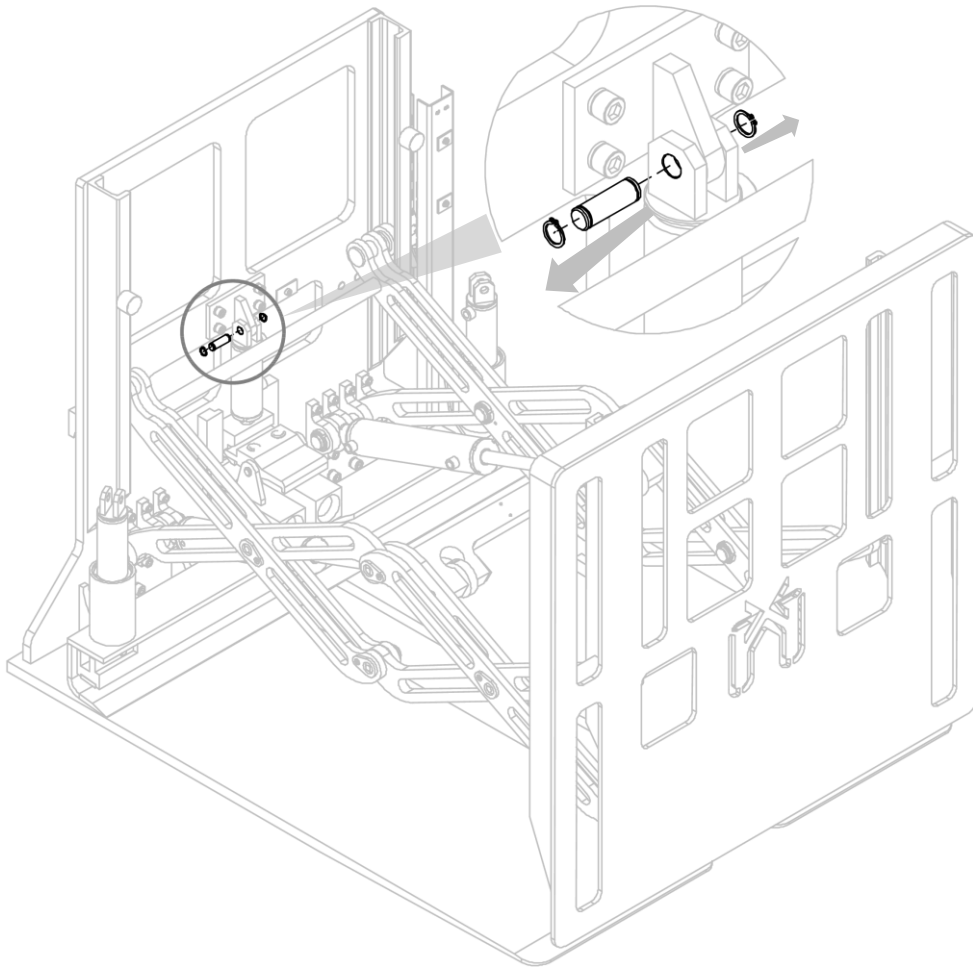

Figura 29
2. Rimuovere il perno (dopo aver rimosso gli anelli elastici che lo bloccano) che vincola il cilindro al relativo aggancio bullonato (vedi *Figura 29*).